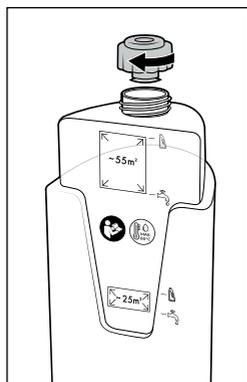

Fig. 10
- ◆ Vuelva a enroscar el tapón de cierre del depósito de agua limpia ❶ (consulte la fig. 10).